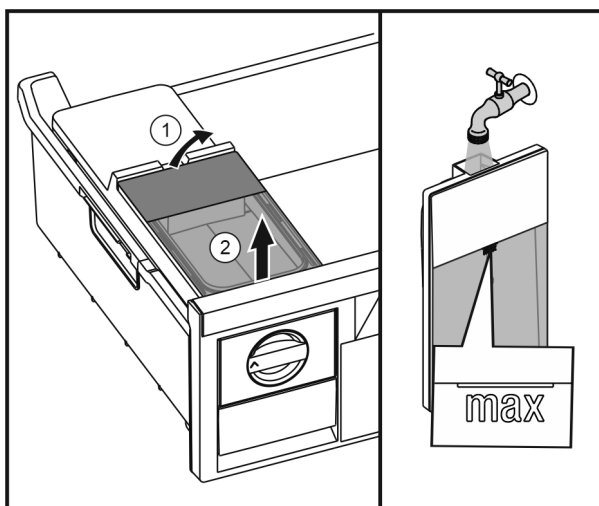

Fig. 26
- Soulever le réservoir d'eau depuis l'arrière Fig. 26 (1) et l'enlever vers le haut Fig. 26 (2).